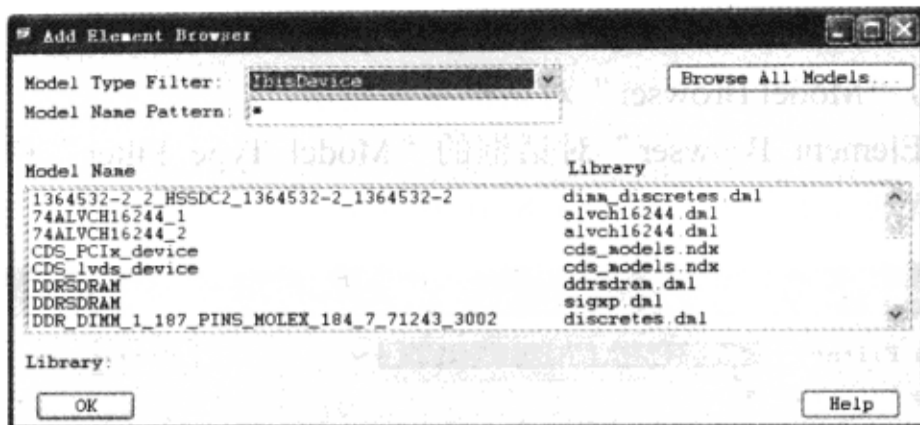

图 3-8-13 “Add Element Browser”对话框
(2) 在“Model Type Filter”栏的下拉菜单中选择“IbisDevice”, 如图 3-8-13 所示。